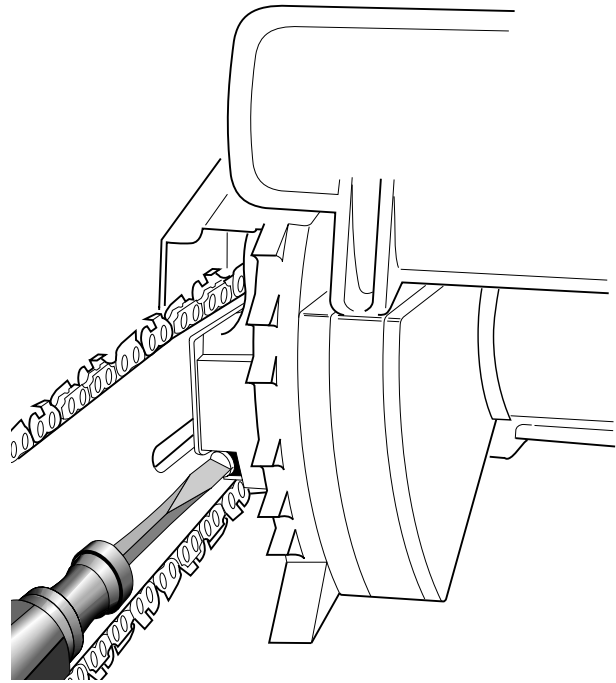

Abb.5 - Drehen der Stellschraube
2. Stellschraube im Uhrzeigersinn drehen, bis die Kette nicht mehr durchhängt (siehe Abb.5).